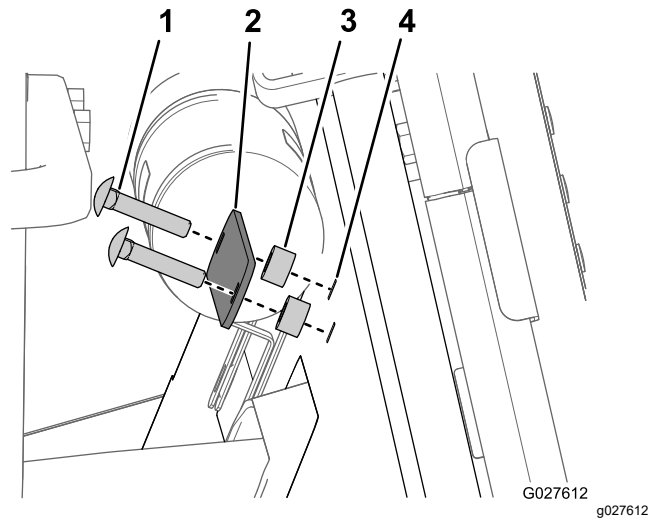

Figura 18
5. Monte los 2 pernos de cuello cuadrado ($\frac{1}{4}$ " x $1\frac{1}{4}$ "), la pletina y 2 espaciadores ($\frac{1}{4}$ ") en los orificios que realizó en el panel de espuma interior (Figura 18).